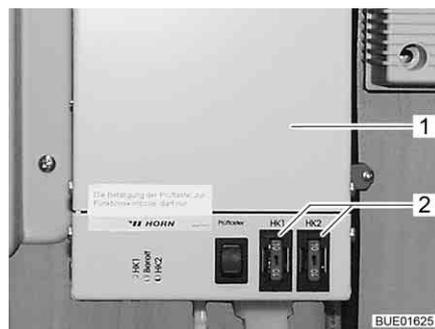

Fig. 167 Regolatore riscaldamento per tubazioni delle acque grigie
I fusibili si trovano sul regolatore (Fig. 167,1).
- Sostituire il fusibile (Fig. 167,2).